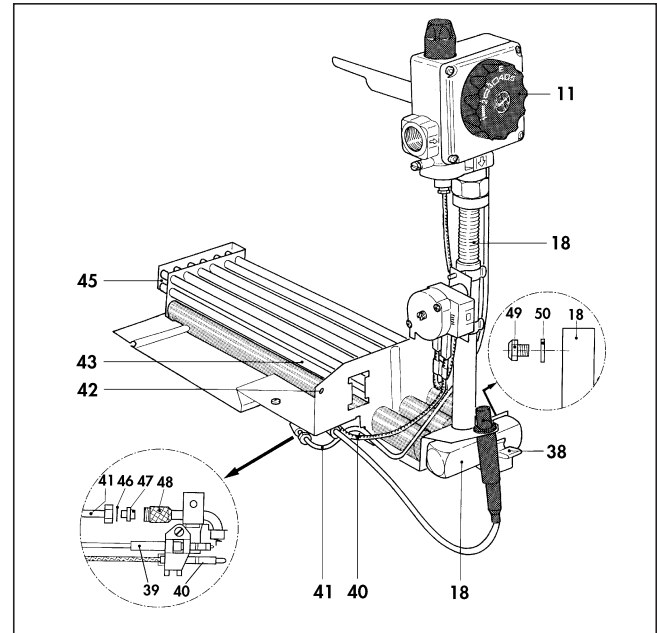

Abb. 17 Brenner und Zündbrenner
Die Zündflamme läßt sich durch den Ausschnitt der Abdeckhaube (Kapitel 3, Abbildung 3) beobachten. Bei gleichmäßigem Flammenbild muss die Zündflamme die obere Hälfte des Thermoelementes (Kapitel 6, Abbildung 17) berühren. Ist dies nicht der Fall, so ist die Einstellung nach Abnahme der Schutzkappe (25) an der Zündgas-Einstellschraube (24) vorzunehmen (Solleinstellung ungedrosselt):
- Nehmen Sie das Gerät entsprechend Kapitel 3 in Betrieb und stellen Sie den Temperaturwähler (11) auf „E“.
### 7.3 Brenner und Strömungssicherung reinigen (s. Abb. 17)